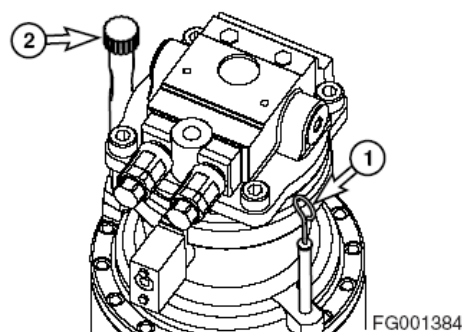

Рис. 24
1. Достать щуп (1, рис. 24) и вытереть масло чистой тряпкой.
2. До конца вставить щуп (1, рис. 24) в трубку для щупа.
4. Если на щупе уровень ниже метки L добавить масло через заливное отверстие (2, рис. 24).